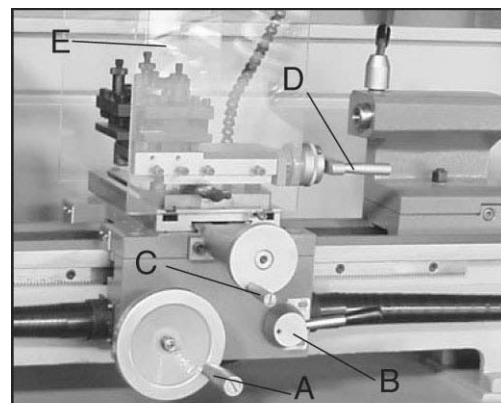

Fig. 15
9. Déplacement du traînard (Fig. 15, A)
10. Déplacement automatique (Fig. 15, B)
11. Déplacement du chariot transversal (Fig. 15, C)
12. Déplacement du petit chariot (Fig. 15, D)
13. Tourner la tourelle (Fig. 15, E)